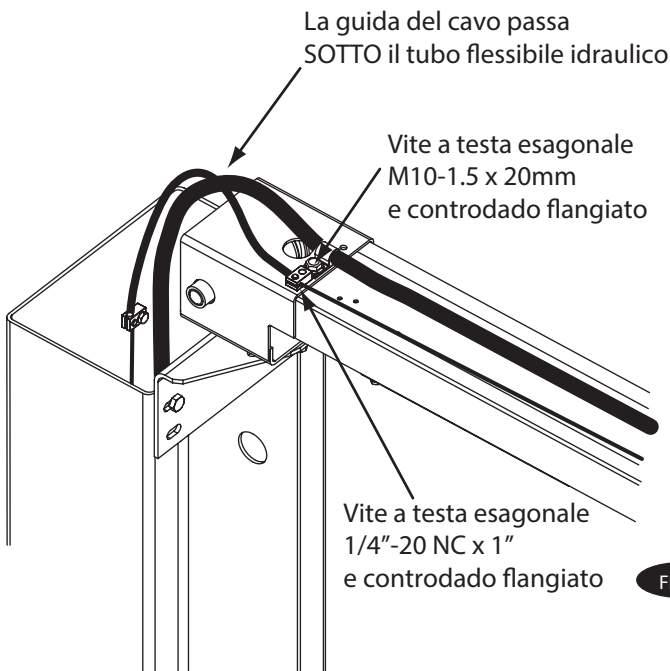

Fig. 18a
**NOTA:** Il flessibile passa al di sopra della struttura superiore, Fig. 14 - Fig. 18a - Fig. 18b.
- D) Fissare le staffe di guida della canalina che racchiude il cavo di bloccaggio alla struttura superiore come illustrato in figura, Fig. 18a e Fig. 18b. Utilizzare sempre i fori che si trovano sul lato di avvicinamento al sollevatore. La vite a testa esagonale dovrebbe trovarsi nel foro più vicino al centro della struttura superiore, Fig. 18b.
- E) Far salire il cavo attraverso il passaggio interno della colonna e la guida del cavo di bloccaggio, Fig. 18a e Fig. 20.
- F) Continuare a instradare il cavo verso la guida del cavo di bloccaggio della colonna sinistra, Fig. 18a e Fig. 20, inserendolo nell'apposita guida, Fig. 18a.